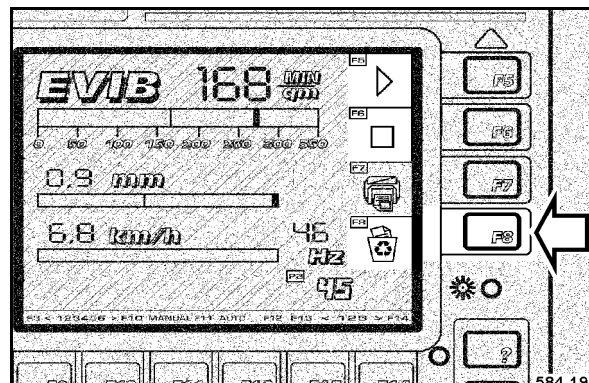

Fig. 103
- Si d'autres copies de la présente piste ne sont pas nécessaires, appuyer sur la touche F8 "EFFACER" (Fig. 103) après l'allumage de la zone de contrôle F6 "TERMINE".